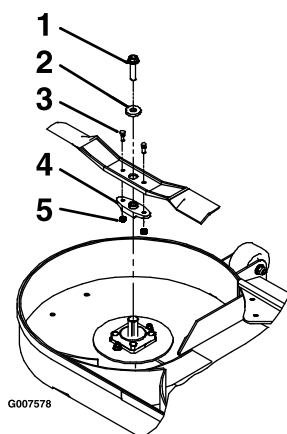

Рисунок 74
3. Снимите нож, шайбу и болт ножа, который крепит нож и привод ножа (Рисунок 74).
4. Снимите привод ножа с имеющегося ножа (Рисунок 74).
1. Установите привод ножа на новые ножи с помощью срезных болтов и контргаек (Рисунок 74).
3. Установите нож, шайбу и болт ножа на вал шпинделя (Рисунок 74).